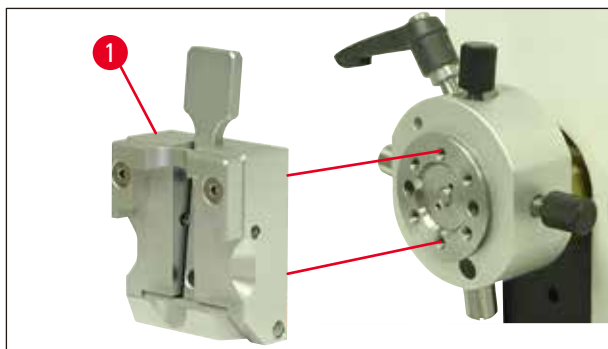

图 11
4. 如图所示 (→ 图 11), 将样品夹 (→ 图 11-1) 安装在样品夹固定器上, 并用两个螺丝 (→ 图 10-4) 固定。